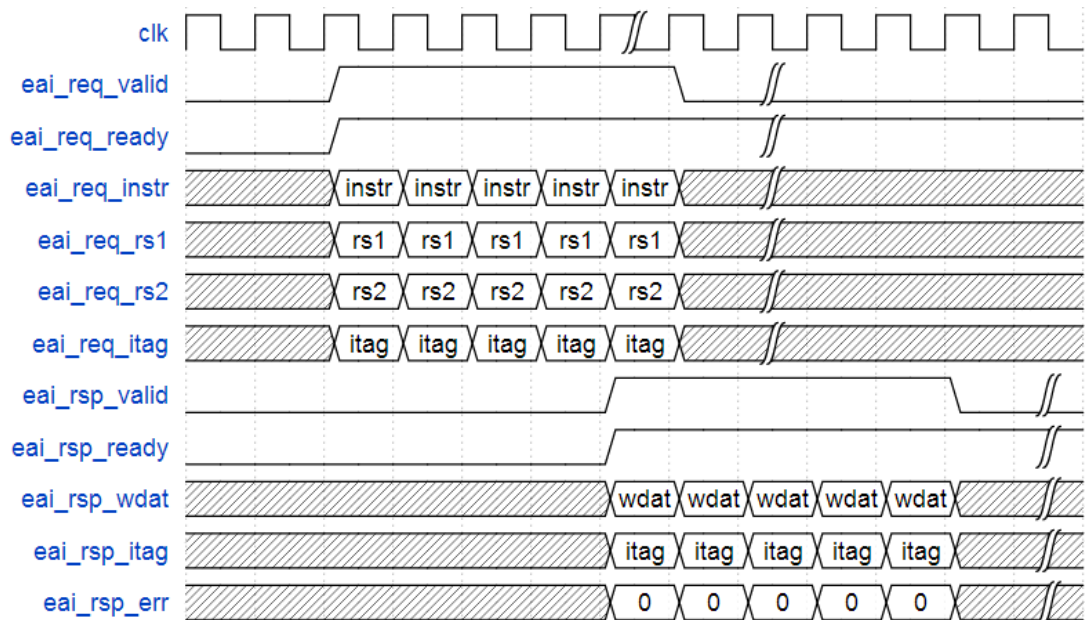

图 2-6 协处理器非阻塞式连续接收四条指令无空泡周期
- 主处理器向协处理器通过 EAI 的 Request Channel 派发指令，协处理器需要四个周期才能返回结果，但协处理器是非阻塞式的，因此能连续接受新的指令（将 **eai_req_ready** 拉高），直至其通过 EAI 的 Response Channel 返回计算结果且被主处理器接收，如图 2-6 所示，整个过程无空泡。